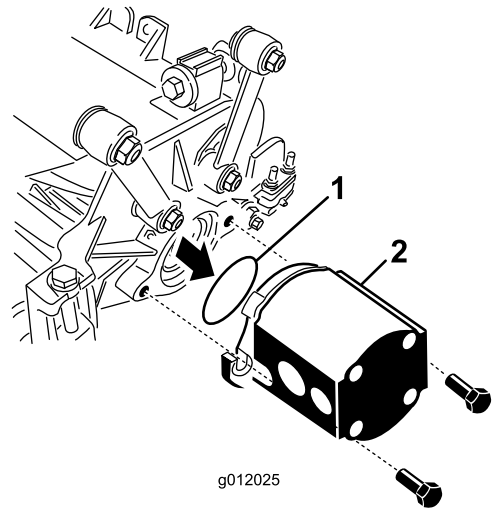

图24
- 将马达安装到滚刀组的驱动端，用随滚刀组提供的 2 个平头螺丝固定（图24）。
- 将 0 形圈（随滚刀组提供）插入驱动马达的法兰上（图24）。